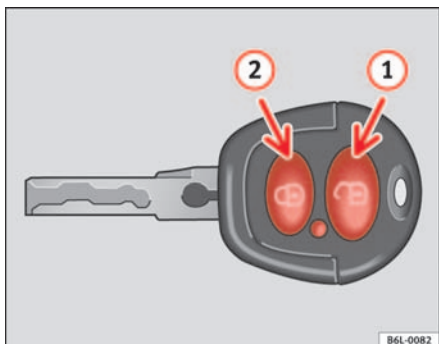
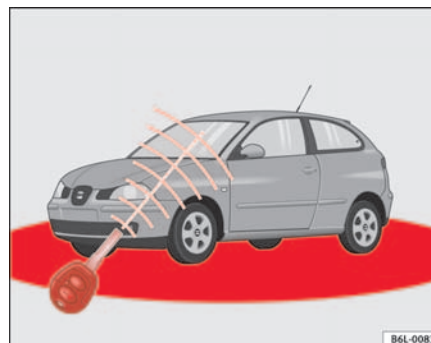

Fig. 48 Teclas de la llave con mando a distancia
Fig. 49 Radio de acción del mando a distancia por radiofrecuencia
La zona de efectividad (zonas rojas) ⇒ fig. 49 del mando a distancia se muestra en la figura. El alcance máximo depende de diversas circunstancias.
Para **abrir**, dirija la llave dentro de la zona de efectividad, hacia el vehículo y pulse brevemente la tecla de apertura ⇒ fig. 48 . Los intermitentes ►
parpadean dos veces. Para **cerrar** el vehículo, pulse brevemente la tecla de cierre  ⇒ **fig. 48 (2)**. Los intermitentes parpadean una vez.
Pulse **dos veces** la tecla de cierre  ⇒ **página 83, fig. 48 (2)** se desactiva el sistema de seguridad del cierre (doble cierre) y la alarma volumétrica\*, permaneciendo activada la alarma perimétrica\*, el testigo sigue encendido.
Pulsando una vez la tecla  ⇒ **página 83, fig. 48 (1)**, se abrirá sólo la puerta del conductor, permaneciendo el resto cerradas.
Pulsando dos veces la tecla  ⇒ **página 83, fig. 48 (1)**, se desbloquearán todas las puertas.
- El mando a distancia por radiofrecuencia funciona únicamente dentro de su radio de acción ⇒ **página 83, fig. 49** (zona roja).
⇒ página 83, fig. 48 ⇒ página 83, fig. 49.